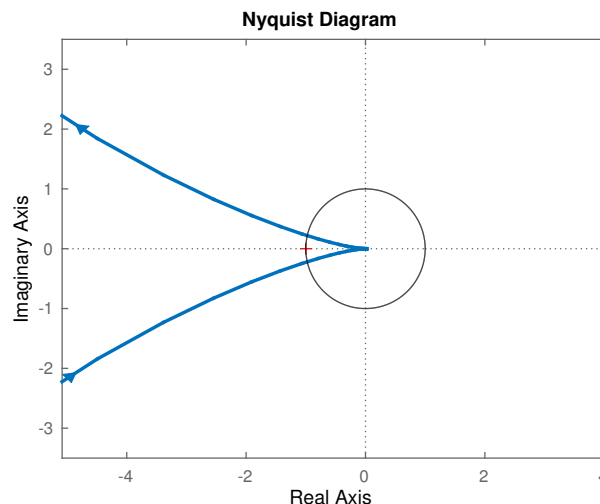

Abb. 2: Nyquist-Ortskurve des offenen Regelkreises $\hat{l}(s) = \hat{g}_r(s)\hat{g}(s)$ aus Aufgabenteil g).
- g) Abbildung 2 zeigt die Nyquist-Ortskurve der Übertragungsfunktion eines offenen Regelkreises $\hat{l}(s) = \hat{g}_r(s)\hat{g}(s)$. Ist der zugehörige geschlossene Regelkreis mit einem Freiheitsgrad eingangs-ausgangsstabil? Begründen Sie ihre Antwort. | 0.5 P